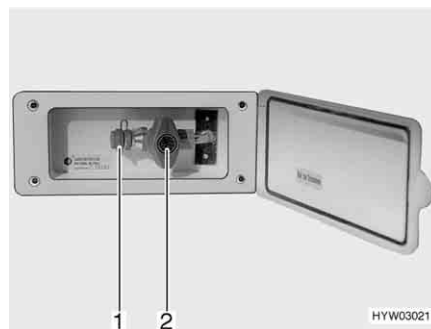

Fig. 159 Toma exterior de gas, válvula de paso de gas cerrada
La toma externa de gas (Fig. 159) está, en función del modelo, en la parte trasera o en el lado izquierdo o derecho del vehículo.
- Conectar el aparato de gas externo en el punto de conexión (Fig. 159,1).
- Abrir la válvula de paso de gas (Fig. 159,2).